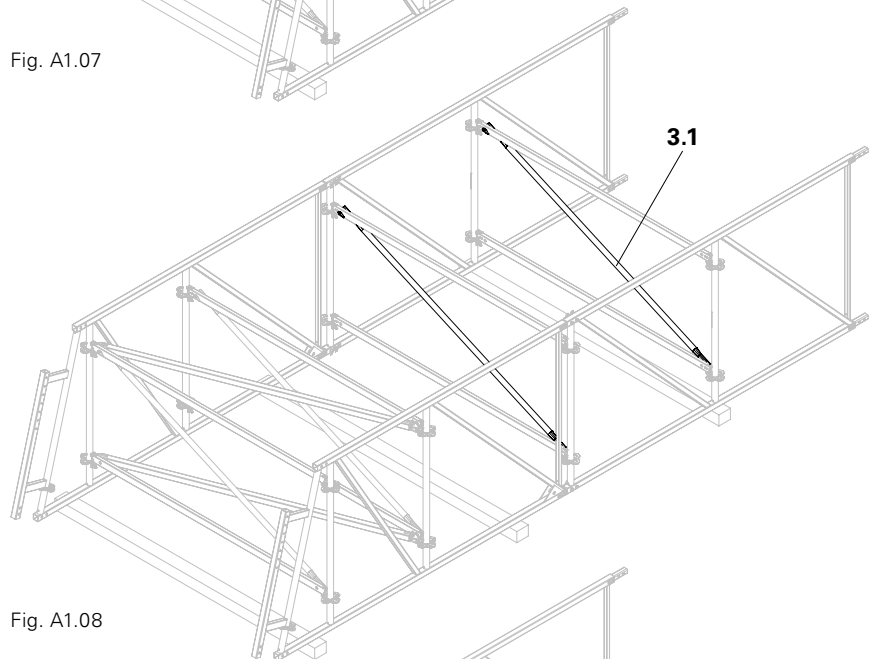

Fig. A1.08
3. Install Ledger Braces (3). (Fig. A1.08)